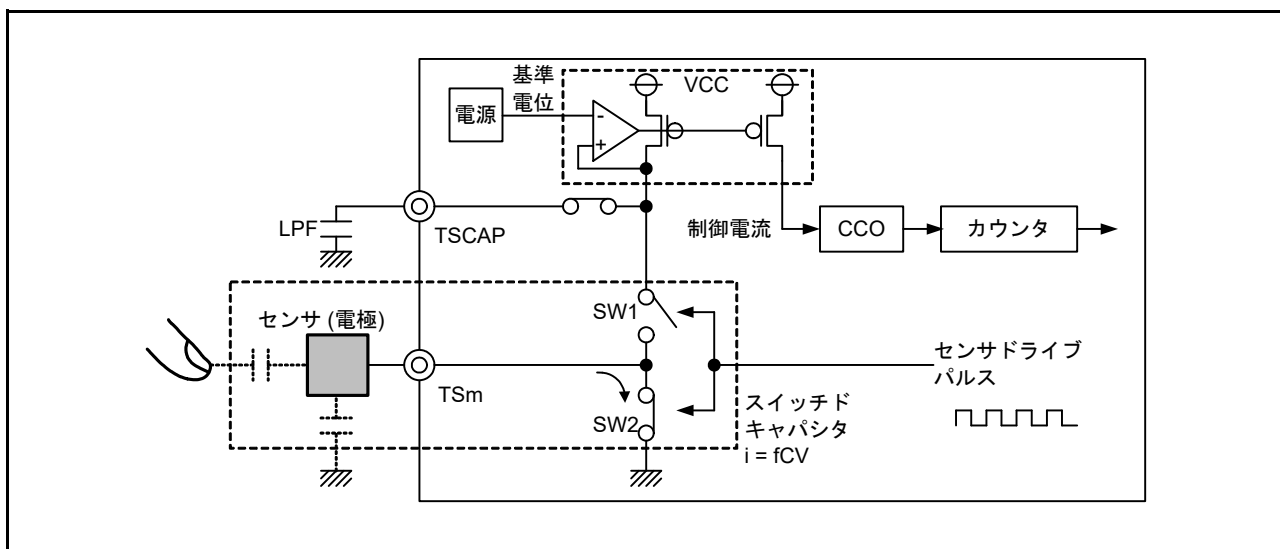

図 32.9 放電動作 (m = 0 ~ 35)
(2) SW1 : OFF、SW2 : ON にすることで、充電された容量は放電されます (図 32.9)。